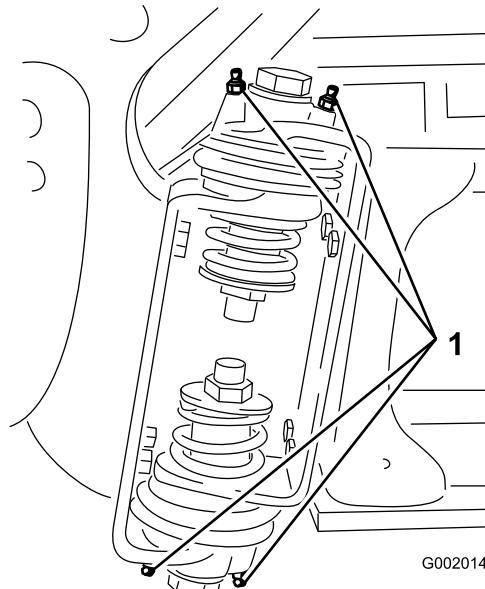

Figura 35
2. Pompatate del grasso nel raccordo di ogni cuscinetto o boccola Figura 35.